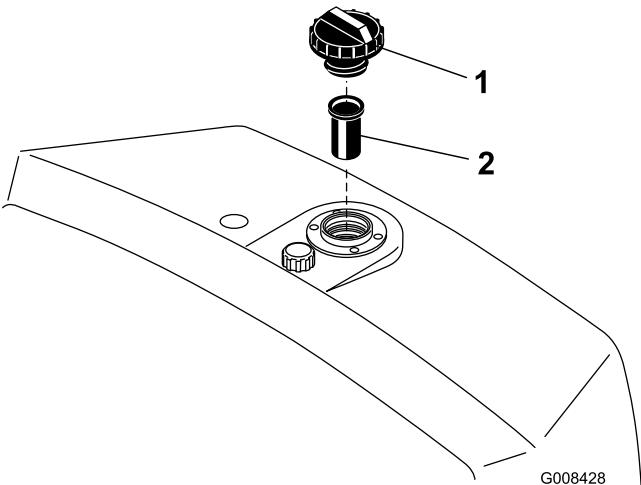

Figura 33
2. Retire a tampa do reservatório e verifique o nível de fluido. O fluido deve chegar à parte inferior do filtro no tubo de enchimento (Figura 33).